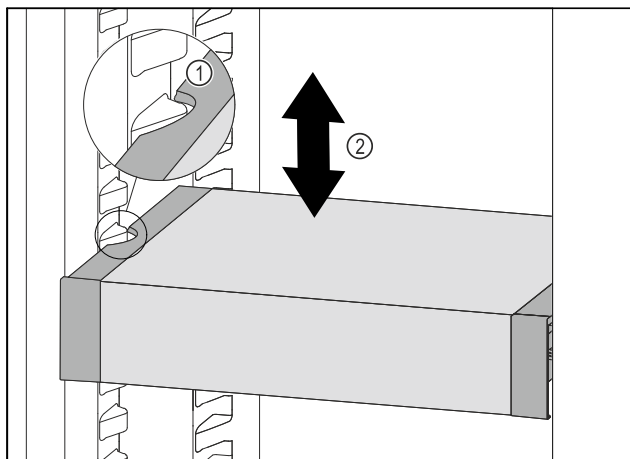

Fig. 93
- ▶ Tirer le VarioSafe vers l'avant jusqu'à ce que les encoches latérales du VarioSafe soient à la hauteur de la nervure du bac dans la partie réfrigérateur. Fig. 93 (1)
- ▶ Déplacer le VarioSafe vers le haut ou vers le bas dans la partie réfrigérateur jusqu'à ce que la hauteur souhaitée soit atteinte. Fig. 93 (2)